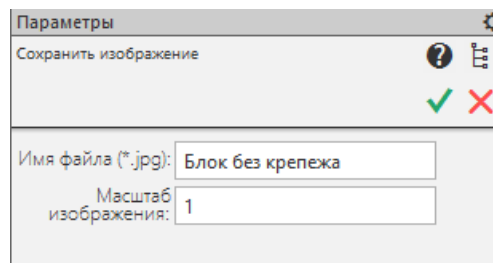

Рис. 1.11. Инструменты команды Сохранить изображение
**Сохранить изображение** – команда позволяет пользователю сделать снимок рабочей области программы (Рис. 1.11).